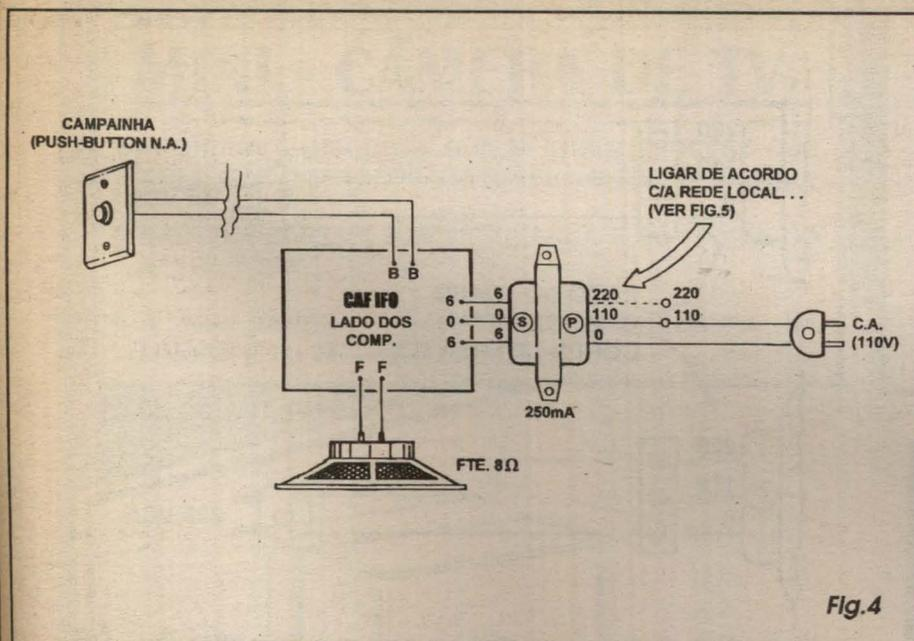

Fig. 4
- **FIG. 4 - CONEXÕES EXTERNAS À PLACA** - Dos componentes do circuito, apenas o alto-falante, o trafo e o *push-button* ficam *fora* da placa, e assim suas conexões são detalhadas no diagrama, que ainda se baseia na visão do impresso pelo seu lado não cobreado, aproveitando agora as ilhas/furos periféricos especialmente posicionados e codificados para tais ligações... O alto-falante tem seus dois terminais ligados por cabinhos isolados curtos aos pontos F-F... O par de fios finos isolados (ou cabinho paralelo...) provenientes do *botão* da campainha (*push-button* N.A.) é ligado aos pontos B-B da pla-